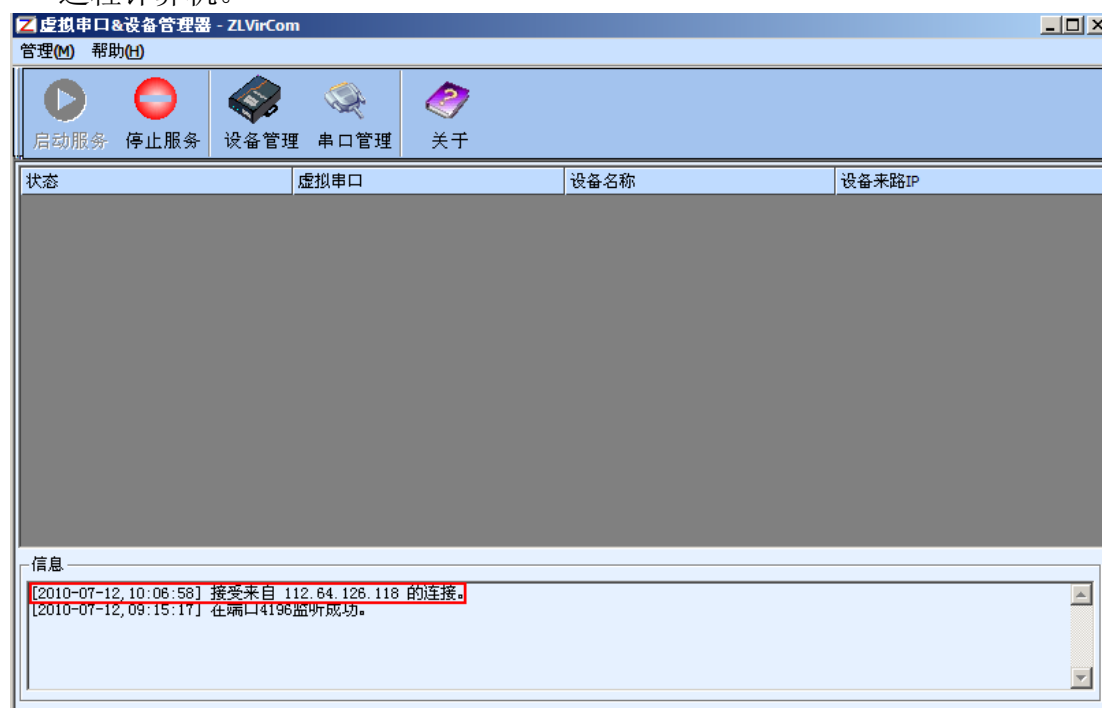

图 29 ZLVircom 软件界面
2. 在远程计算机上运行卓岚虚拟串口软件 ZLVircom，如果已经运行则在任务栏右下角可以找到图标，双击该图标即可。在几秒钟内，应该出现“接受来自...的连接”的提示信息如图 29 所示。这表明现场串口服务器已经连接到远程计算机。
3. 创建虚拟串口：点击图 29 “串口管理”，添加一个未被使用的串口号，例
4. 查看设备列表：点击图 29 “设备管理”，如果已经出现“接受来自...的连接”的提示可以看到一行或者多行记录，每条记录表示一台串口服务器。从设备名称“工厂 2”用户可以知道这是哪一台串口服务器。